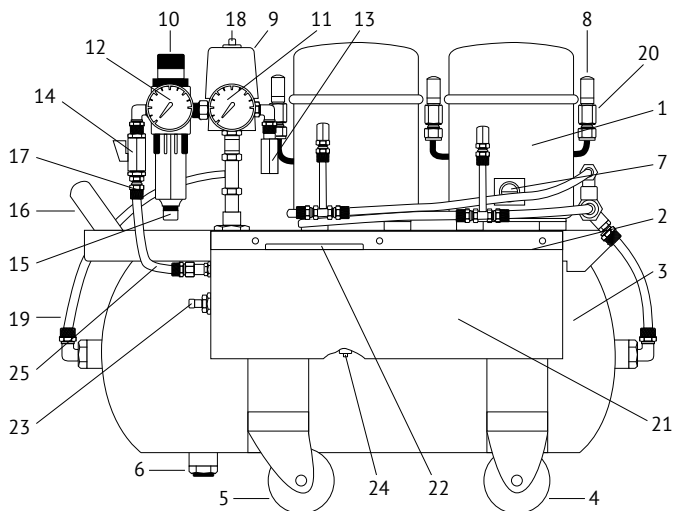

Рис. 1. Компрессор К-25:
4.1 Внешний вид панели показан на Рис. 1.
4.3 Основные детали компрессора установлены на платформе 2 (Рис. 1), которая с помощью хомутов 20 закреплена на ресивере 3. К нижней части хомутов приварены опоры 21 на которые закрепляются колеса 4 и 5, задние не поворотные, передние поворотные. Наличие 4-х колес значи-
5.17 Запуск и останов компрессора производить только с помощью реле давления 9 (рис.1), так как это реле при останове компрессора производит разгрузку линии нагнетания компрессорных блоков (с характерным «пшиканьем»). При останове компрессора с помощью сетевой вилки разгрузки не произойдет и повторное включение может привести к выходу из строя компрессорных блоков.
6.4 Убедившись, что *выключатель 18 (Рис.1)* выключен, подключите компрессор к сети переменного тока 220 В, 50 Гц, имеющей заземляющий контакт.
7.2.1 Закройте *кран 14 (Рис.1)*.
7.3.1 Закройте *кран 14 (Рис.1)*.
7.3.2 Соедините *шлангом 25 штуцер компрессора 17* с входом блока усилителя, как показано на *Рис. 1*.
7.4 При кратковременных перерывах в работе достаточно перекрыть *кран 14 (Рис.1)* и стравить воздух из подводящего шланга с помощью присоединенной панели ПСКА или другого оборудования. Для возобновления работы достаточно открыть *кран 14*.